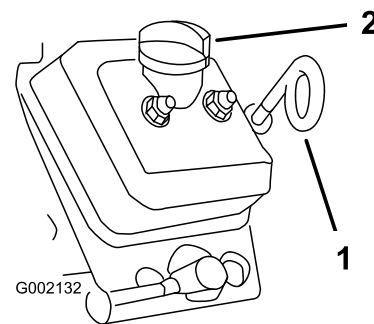

Bild 42
8. Reinigen Sie den Bereich um den Ölpeilstab, den Fülldeckel und Füllstutzen und nehmen Sie den Peilstab heraus (Bild 42).
9. Entfernen Sie den Fülldeckel und gießen Sie Öl der angegebenen Sorte in den Füllstutzen, bis der Ölstand die Voll-Markierung am Peilstab erreicht (Bild 42).
10. Stecken Sie den Peilstab ganz in den Füllstutzen, ziehen Sie ihn dann heraus und prüfen Sie den Ölstand (Bild 42).
11. Stecken Sie den Peilstab ganz in den Füllstutzen ein und setzen Sie den Fülldeckel auf den Füllstutzen, bis beide fest sitzen (Bild 42).